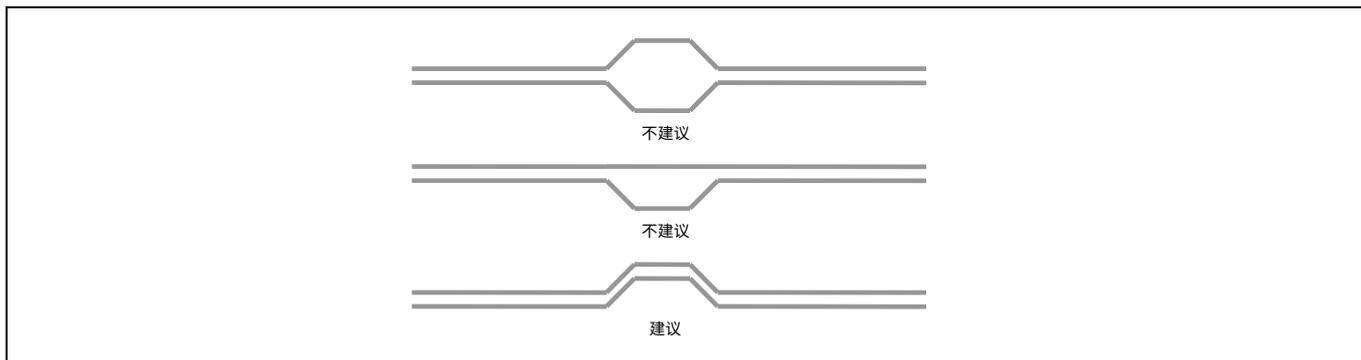

Figure 18 差分对的阻抗匹配技术
- 保持差分对之间的走线宽度一致，以避免发生阻抗的不匹配情况，具体如 Figure 18 所示。